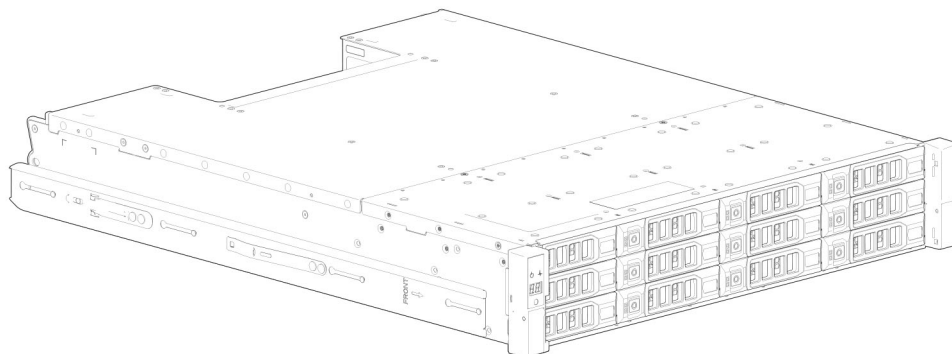
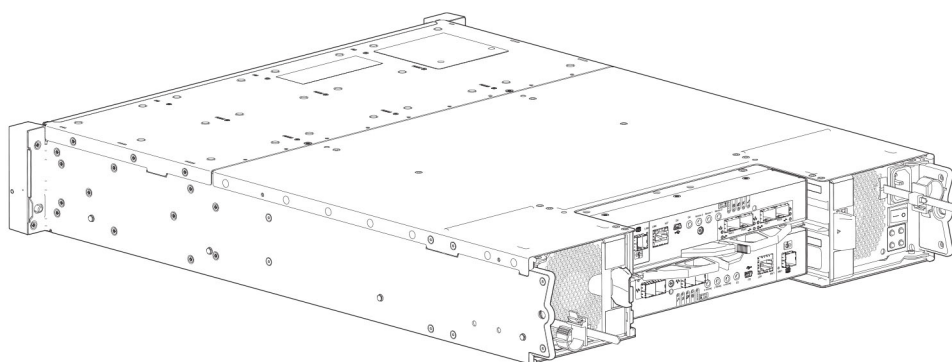

Figure 1. Système de boîtier 2U12 orientation avant
Figure 2. Système de boîtier 2U12 orientation arrière
- Boîtier de contrôleur 2U (espace rack) : voir Figure 1. Système de boîtier 2U12 orientation avant et Figure 2. Système de boîtier 2U12 orientation arrière: peut contenir jusqu'à douze modules de lecteur de disque de 3,5 pouces (1 pouce de haut) de profil bas à l'horizontal.
Le boîtier de contrôleur 2U12 dans Figure 2. Système de boîtier 2U12 orientation arrière est équipé de 2 contrôleurs (modèle représenté 4-port FC/ISCSI).